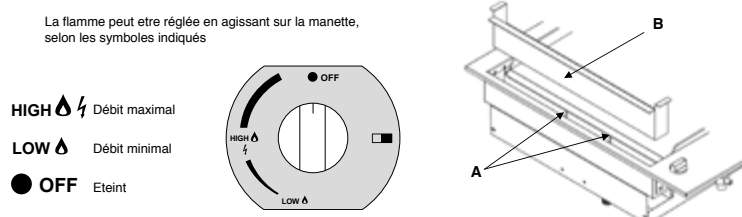

FIG. 4
- Le brûleur allumé est visible à travers des orifices (A) après retrait du tiroir de récupération huile (B). (voir FIG.4)